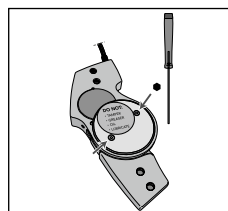

Fig. 4
2. Bruk den medfølgende unbrakonøkkelen til å løsne de to skruene på den mediale dekkplaten (rustfritt stål) og fjern den (**se fig. 4**).